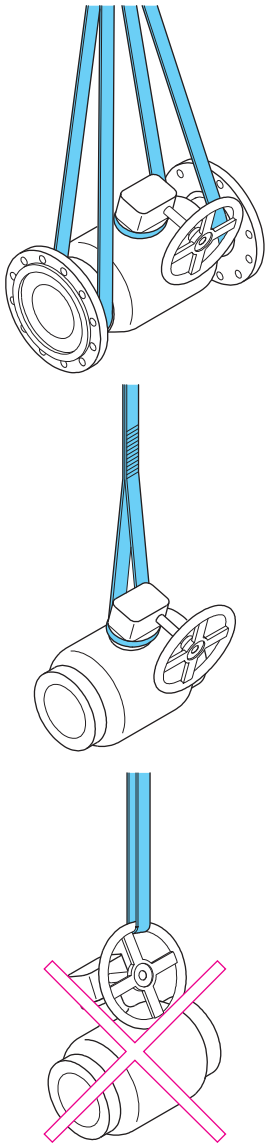

Abbildung 2. Anheben des Ventils \leq DN600 reduzierter Durchgang.
Verwenden Sie Hebezeug zum Anheben der größeren Ventile. Das Anheben des Ventils am Stellartrieb oder Schaft ist untersagt (siehe Abb. 2 und 3).
- Verwenden Sie eine der in Abb. 2 und 3 dargestellten zulässigen Hubverfahren.